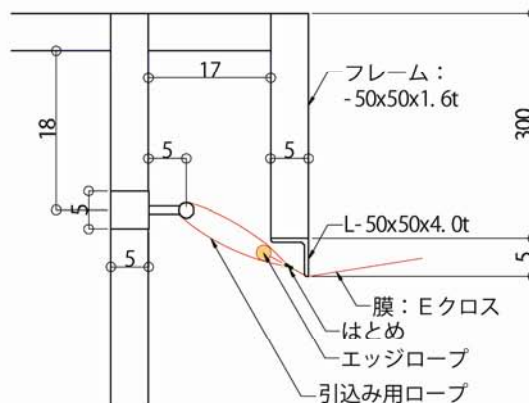

図4 膜端部引込み部詳細
1. 膜の取付けは膜端部に加工したハトメを用い、ロープを用いて施工。膜引込み部ディテールを図4に示す。
2. ①②の実験において、中央サグ目標値を400mmとする。③の実験においては、中央サグ目標値を40mmとする。④に関しては、③の膜形状より中央を押下げ、形状を把握するものとし、目標値は設けない。